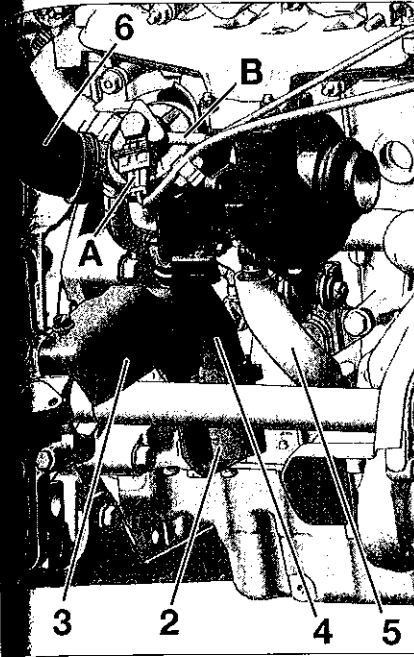

FIG.37
- Incliner le moteur vers l'avant et mettre une cale (en bois ou autre) de 75 mm d'épaisseur dans la zone (A).
- Débrancher le connecteur (A) ainsi que le tuyau à dépression (B) (Fig.37).
- le manchon d'air de sortie turbo (2).
- le support inférieur tuyau précatalyseur (3).
- la durit de sortie d'air de turbocompresseur (4).
- la durit de retour d'huile du turbocompresseur (5).
- Écarter le raccord d'air entrée turbocompresseur (6).